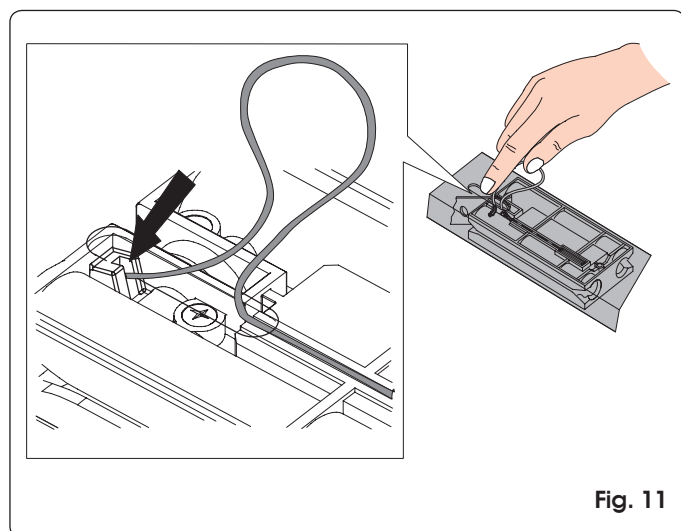

Fig. 11
- 3) Arretrare il carrello verso il gruppo innesto trazione fino a far corrispondere il foro passante sul carrello con l'asola ed infilare il cavetto sguainato (Fig. 11).